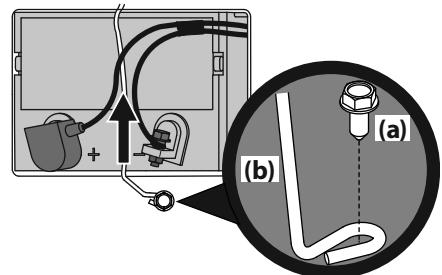

Figura 13
1. Extraiga el tornillo de cabeza hexagonal con arandela (a) que sujetla el soporte de sujeción de la batería al marco (b). Luego levante el soporte de sujeción (b) de la batería para liberar la batería. Consulte la Figura 13.